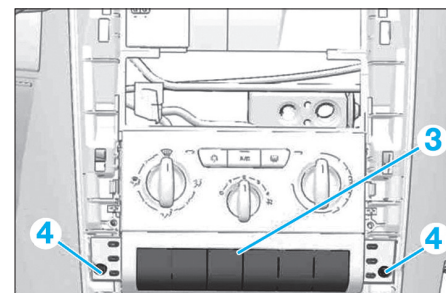

Fig. 6
• Déposer les vis (4) du panneau de commande (5) (Fig.6).